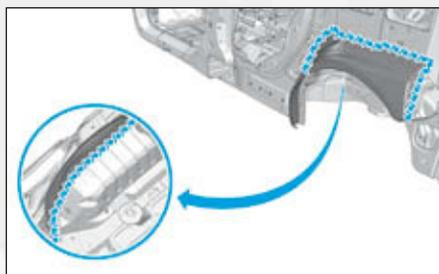

FIG.204
- un mastic d'étanchéité indice "A1" (Fig.204),